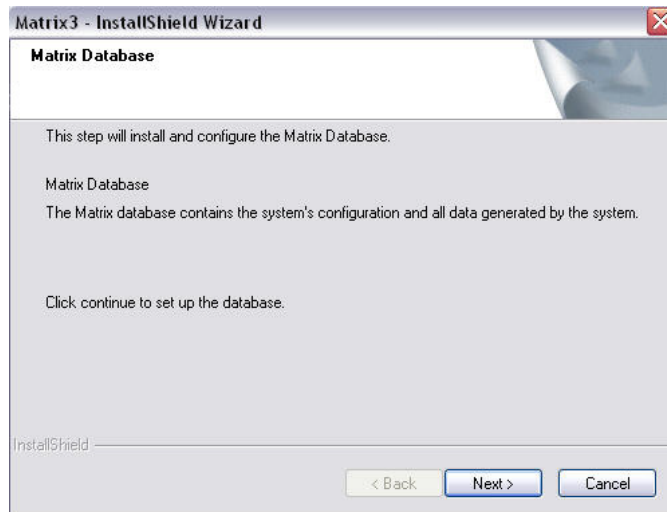

FIG. 19
12. Lorsque l'écran de configuration de la Base de Données de Matrix (Matrix Database) indiqué à la FIG. 19 est affiché, cliquez sur NEXT pour lancer l'installation de la base de données.